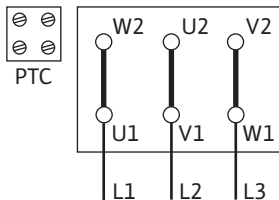
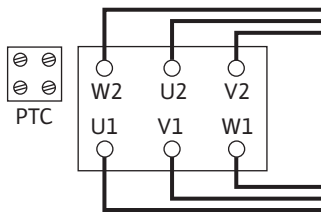

Fig. 10: Y-Δ-käynnistys
Fig. 11: Δ-liitäntä
- Verkko-liitäntä riippuu moottoritehosta P2, verkkojännitteestä ja käynnistystavasta. Katso tarvittava yhdyssiltojen kytkentä liitännäkoteloon seuraavasta taulukosta sekä kuvista Fig. 10 ja Fig. 11.
Y-Δ-käynnistys (vakio)	Poista yhdyssillat (Fig. 10).
Käynnistys pehmokäynnistimellä	Δ-liitäntä (Fig. 11)